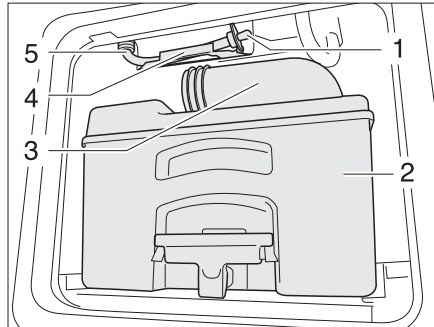

Fig. 257 Tuyau d'écoulement réservoir d'eau toilettes
- Vider la cassette (Fig. 257,2) dans une station d'évacuation autorisée et la nettoyer.
- Laisser la tubulure d'évacuation (Fig. 257,3) ouverte.
- Retirer le tuyau d'écoulement (Fig. 257,5) de son support (Fig. 257,4).
- Retirer le bouchon d'écoulement (Fig. 257,1) et laisser s'écouler le reste d'eau.